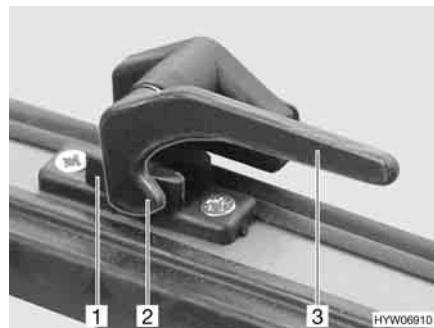

Fig. 30 Leva di serraggio in posizione "Chiuso"
Apertura: ■ Ruotare la leva di serraggio (Fig. 30,3) di un quarto di giro verso il centro della finestra.
■ Ruotare la leva di serraggio (Fig. 30,3) di un quarto di giro verso il telaio della finestra. Il nasello di chiusura (Fig. 30,2) si trova sul lato interno della chiusura della finestra (Fig. 30,1).
- In posizione "Completamente chiusa" (Fig. 30).